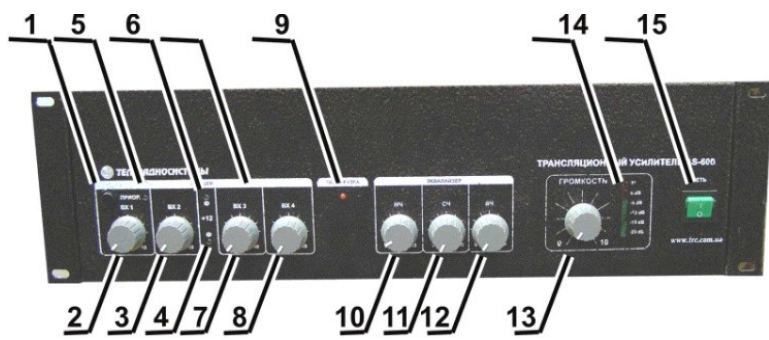
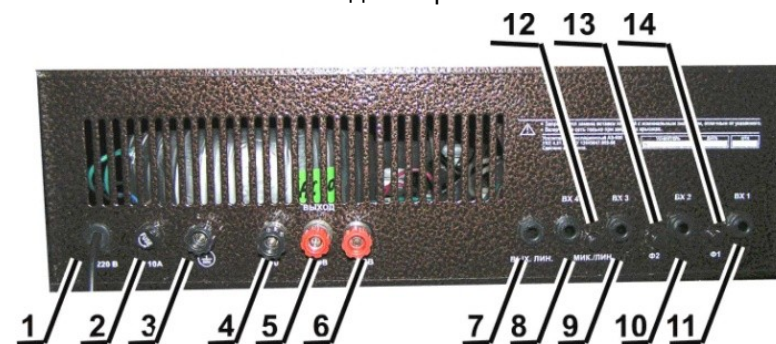

Рис. 1. Вид передней панели УМ спереди.
Рис. 2 Вид задней панели усилителя AC-400
Приоритет активизируется при нажатии кнопки (рис.1,поз.1) на передней панели усилителя. При этом загорается индикатор включения приоритета (рис.1,поз.5).
Усилитель содержит трёхполосный регулятор тембра (рис.1,поз.10-12), позволяющий изменять тембровую окраску сигнала и эффективно корректировать амплитудно-частотную характеристику входных звуковых сигналов.
Перегрузка входных каналов индуцируется красным светодиодом (рис.1,поз.9) на передней панели усилителя .
сигналов (рис.1 поз.1,2,7,8).
2.3.5. Трансляция сообщений с использованием микрофона необходимо подключить микрофон к любому из сигнальных входов ВХ 1, ВХ 2 или ВХ 3(при нажатом кнопочном переключателе. МИКР./ЛИНИЯ (рис.2,поз.12)). Общий регулятор громкости(рис.1,поз.13) установить в крайнее правое положение, а регулятором уровня чувствительности соответствующего входа выставить номинальное напряжение на выходе усилителя, что определяется кратковременным подсвечиванием красного светодиода в индикаторе (рис1,поз.14), соответствующего уровню 0 дБ.
При необходимости, регуляторами тембра(рис.1,поз.10-12) произвести требуемую коррекцию амплитудно-частотной характеристики. Передать речевое сообщение.
2.3.6. Для озвучивания больших площадей возможно каскадирование двух и более усилителей. Для этого к линейному выходу (рис.2,поз.7) ведущего усилителя кабелем подключить линейный вход (рис.2, поз.8,9) ведомого усилителя.
2.3.1. Регуляторы задействованных входов (рис.1 поз.2,3,7,8) установите примерно в среднее положение, при этом не должен загораться индикатор перегрузки входа (рис.1 поз.9).
2.3.2. Общим регулятором громкости (рис.1 поз.13) установите необходимую громкость звучания. При работе устройства следует следить за тем, чтобы индикатор перегрузки по входу (рис. 1 поз.9) не светился. Несоблюдение данных требований влечёт воспроизведение сигнала с большими искажениями.
соответствующего входа установить в положение ЛИНИЯ. Включить усилитель и установить общий регулятор громкости (рис.1, поз.) в крайнее правое положение, а регулятором уровня чувствительности соответствующего входа канала выставить номинальное напряжение на выходе усилителя, что определяется кратковременным подсвечиванием красного светодиода в индикаторе (рис1, поз.14), соответствующего уровню 0 дБ;
2.3.4. При работе АС-400 в составе систем оповещения рекомендуется использовать приоритетный вход «Вх1» для подключения источника с наивысшим уровнем приоритета (например микрофонную консоль МК-011, устройства тревожного оповещения). Звуковой сигнал «Вх 1» будет перебивать трансляцию звуковых программ по входам «ВХ 2...ВХ 4» (например, фоновой музыки, рекламных сообщений и т.п.). При этом кнопочный выключатель ПРИОРИТЕТА (рис.1, поз.1) должен быть в нажатом положении. Если кнопка ПРИОРИТЕТА отжата, происходит микширование сигналов по всем входам усилителя «Вх 1...Вх 4». Необходимые уровни сигналов по каждому входу устанавливаются соответствующими регуляторами уровней
усилитель имеет ступенчатый индикатор выходного напряжения(рис.1, поз.14) .
2.2.6 Подключить источники сигнала к входам усилителя (рис.2 поз.8-11) с помощью
Первый канал усилителя «Вх.1» (рис.2, поз.11) является чисто микрофонным. При нажатии кнопки включения фантомного питания (рис.2, поз.14) на контакты разъема «Вх.1» (рис.2, поз.) подается напряжение +12В(+48В). для питания электретных микрофонов. В случае подключения динамических микрофонов к «Вх.1» усилителя -кнопка фантомного питания должна быть отжата.
Второй канал усилителя «Вх.2» (рис.2, поз.10) является также микрофонным. В нем отсутствует приоритет. Включение фантомного питания осуществляется кнопкой «Ф2» (рис.2, поз.10), а регулировка уровня чувствительности во втором канале устанавливается регулятором уровня сигнала «Вх.2» (рис.1, поз.3);
Третий канал усилителя «Вх.3» (рис.2, поз.9) является переключаемым – микрофонный/линейный. При нажатой кнопке «МИК./ЛИН.» (рис.2, поз.13) вход третьего канала усилителя АС-400 является микрофонным (только для динамических микрофонов), при отжатой кнопке – линейным. Уровень регулировки чувствительности в третьем канале устанавливается регулятором уровня сигнала «Вх 3» (рис.1, поз.7).
Четвертый канал усилителя «Вх.4» (рис.2, поз.8) является линейным несимметричным. Уровень регулировки чувствительности в четвертом канале устанавливается регулятором уровня сигнала «Вх 4» (рис.1, поз.8).
2.2.7 Подключить необходимые акустические устройства к выходным клеммам (рис.2 поз.4-6);
2.2.8. Подключить сетевым шнуром (рис.2 поз.1) усилителя с к сети ~ 220 В, 50 Гц .